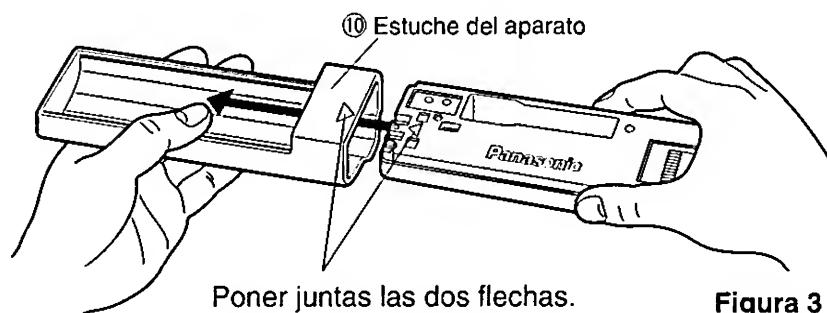

Figura 3
- ④ Como se muestra en la Figura 3, insertar la placa frontal removible con la flecha mirando hacia la caja de la placa frontal removible hasta que escuche un "clic". Mantenga la placa frontal removible dentro de la caja. Luego, Ud. podrá llevar la placa con seguridad.